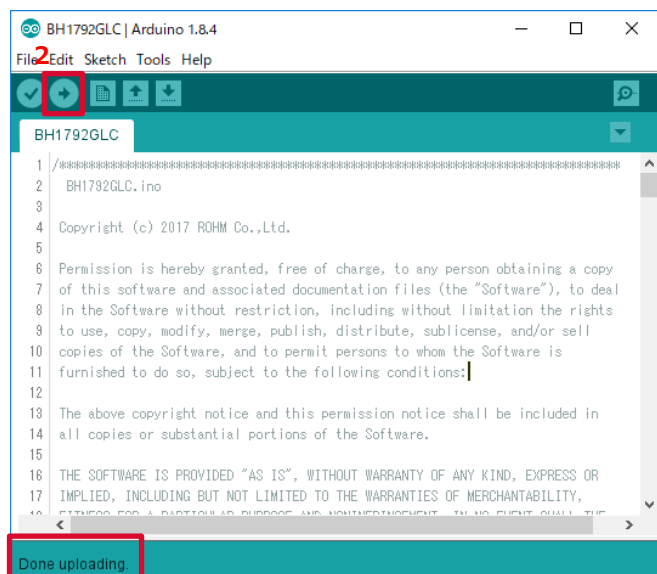

図 4 Upload 画面
2. 右矢印の Upload ボタンでプログラムの書き込み (図 4)
3. プログラムが正常に Upload できたか確認。赤枠部分のメッセージが"Done uploading"になっていることを確認 (図 4)